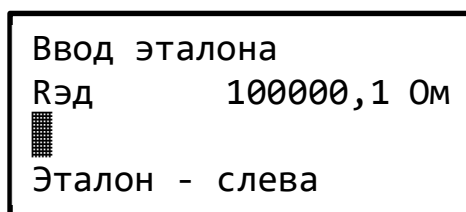
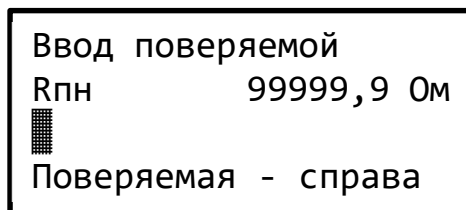
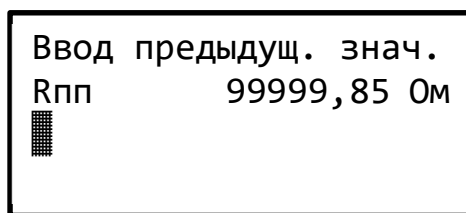

Рисунок 12 – Экран ввода действительного значения сопротивления эталонной меры
Рисунок 13 – Экран ввода номинального значения сопротивления поверяемой меры
Рисунок 14 – Экран ввода предыдущего значения сопротивления поверяемой меры
2.8.3 После нажатия соответствующих клавиш появится экран ввода значения сопротивления (для эталонной меры — рисунок 12, для поверяемой — рисунок 13, предыдущего значения поверяемой – рисунок 14).